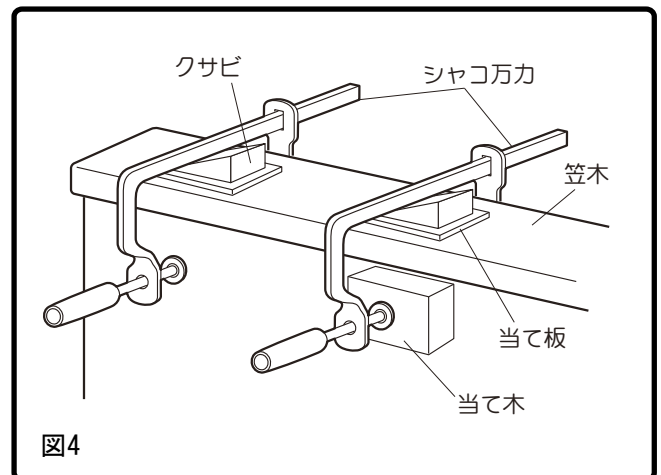

図4
- 4 図4を参考に、笠木を仮固定するとともに、笠木の直線度の調整をしてください。
- 5 図4を参考に、笠木を仮固定するとともに、笠木の直線度の調整をしてください。